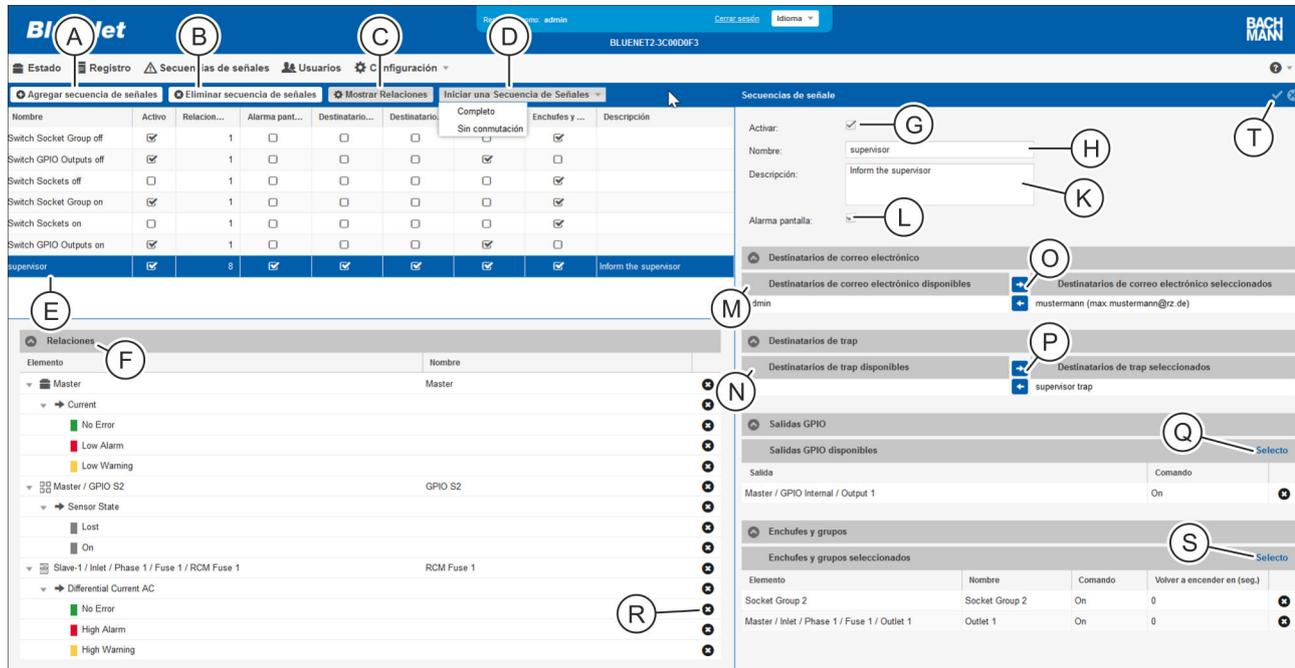

Fig. 125: Menú "Secuencias de señales"
2. ➤ Con el botón "Agregar secuencia de señales" (Fig. 125/Ⓐ), cree una nueva secuencia de señales.
Para modificar una secuencia de señales existente, seleccione la secuencia de señales correspondiente en la lista (Fig. 125/Ⓒ).
3. ➤ En el campo "Secuencias de señales", introduzca un nombre para la secuencia de señales (Fig. 125/Ⓓ).
4. ➤ Desactive la casilla de verificación "Activar" (Fig. 125/Ⓔ) para desactivar la secuencia de señales.
5. ➤ En caso necesario, introduzca una descripción de la secuencia de señales (Fig. 125/Ⓕ).
6. ➤ En caso necesario, marque la casilla de verificación "Alarma pantalla" para que aparezca un mensaje de alarma en la pantalla de la PDU (Fig. 125/Ⓖ).
7. ➤ En el campo "Destinatarios de correo electrónico disponibles" (Fig. 125/Ⓚ), seleccione en caso necesario un destinatario para el mensaje de correo electrónico y arrástrelo con el botón ➡ (Fig. 125/Ⓛ) hasta el campo "Destinatarios de correo electrónico seleccionados".
8. ➤ En el campo "Destinatarios de trap disponibles" (Fig. 125/Ⓚ), seleccione en caso necesario un destinatario de trap y arrástrelo con el botón ➡ (Fig. 125/Ⓛ) hasta el campo "Destinatarios de trap seleccionados".
9. ➤ Si la secuencia de señales debe asociarse a una salida del módulo GPIO, seleccione el botón "Selecto" (Fig. 125/Ⓞ).
11. En caso necesario, seleccione en la lista la salida correspondiente y con el menú de selección "Encendido" / "Apagado" debajo del botón "Seleccionar" (Fig. 125/X) determine si hay que conectar o desconectar el relé al emitirse la secuencia de señales.
12. Si la secuencia de señales debe asociarse a un enchufe o grupo de enchufes, seleccione el botón "Seleccionar" (Fig. 125/B).
14. En caso necesario, seleccione en la lista la salida correspondiente y con el menú de selección "Encendido" / "Apagado" debajo del botón "Seleccionar" (Fig. 125/X) determine si hay que conectar o desconectar el enchufe o grupo de enchufes al emitirse la secuencia de señales.
15. Confirme la selección con el botón "Guardar" (Fig. 125/C).
- ⇒ La secuencia de señales se ha creado (Fig. 125/C).
*Para obtener una vista general de los elementos asignados a una secuencia de señales, seleccione la secuencia de señales que desee (Fig. 125/Ⓔ) y haga clic en el botón "Relaciones" (Fig. 125/Ⓞ). Se muestra el campo "Relaciones" (Fig. 125/Ⓔ).*
*Para iniciar manualmente una secuencia de señales, seleccione la secuencia de señales que desee (Fig. 125/Ⓔ) y, a continuación, seleccione el punto de menú "Iniciar una Secuencia de Señales → Sin conmutación" (Fig. 125/Ⓞ). En función de la configuración de la secuencia de señales, se activarán de forma consecutiva un correo electrónico de prueba, un trap SNMP y una alarma en pantalla. Al seleccionar el punto de menú "Iniciar una Secuencia de Señales → Completo" (Fig. 125/Ⓞ), se conectan o desconectan los enchufes/grupos de enchufe o las salidas GPIO.*
*Para eliminar una secuencia de señales, seleccione la secuencia de señales que desee (Fig. 125/Ⓞ) y haga clic en el botón "Eliminar secuencia de señales" (Fig. 125/Ⓔ). A continuación, aparece un cuadro de diálogo con una pregunta que debe confirmarse.*